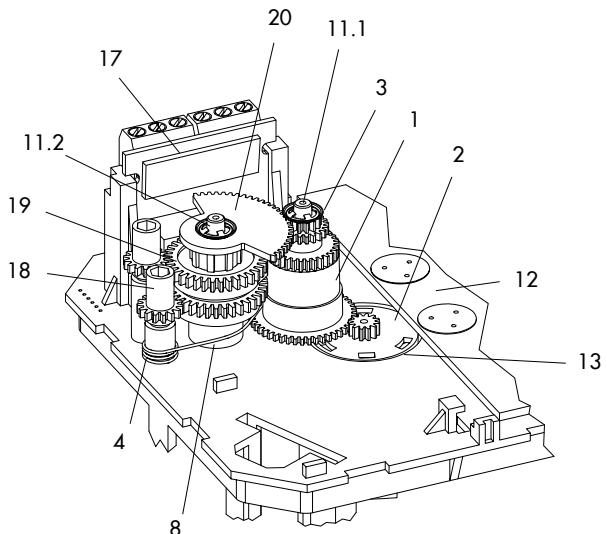

Fig. 20 : Vue intérieure du type 3374
⇒ cf. Fig. 20.
11. Fixer le secteur denté (20) avec les deux cames de commutation (19) sur l'axe 2 (11.2) en fonction de la position de la tige de servomoteur, comme illustré dans Fig. 20. Veiller alors à ce que la dent la plus extérieure du secteur denté (20) soit engagée dans le pignon de la roue intermédiaire (1). Les dents des pignons de réglage (18) doivent également être engagées dans les pignons des cames de commutation (19).
12. Bloquer le secteur denté (20) et le pignon intermédiaire (1) avec l'anneau dentelé (3) en poussant l'anneau dentelé jusqu'à la butée.
13. Positionner le bornier (17) sur la base du support à environ 45° avec les contacts orientés